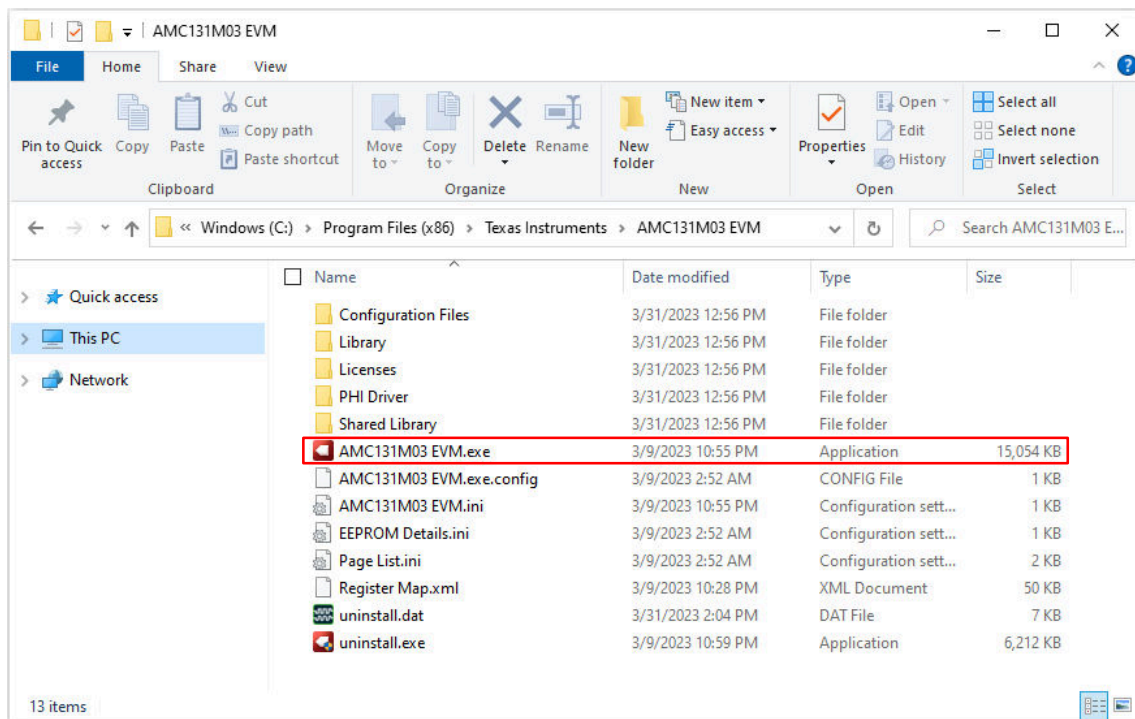

图 6-2. 启动 EVM GUI 软件
3. 图 6-2 展示了如何启动 AMC131M03EVM GUI 软件。